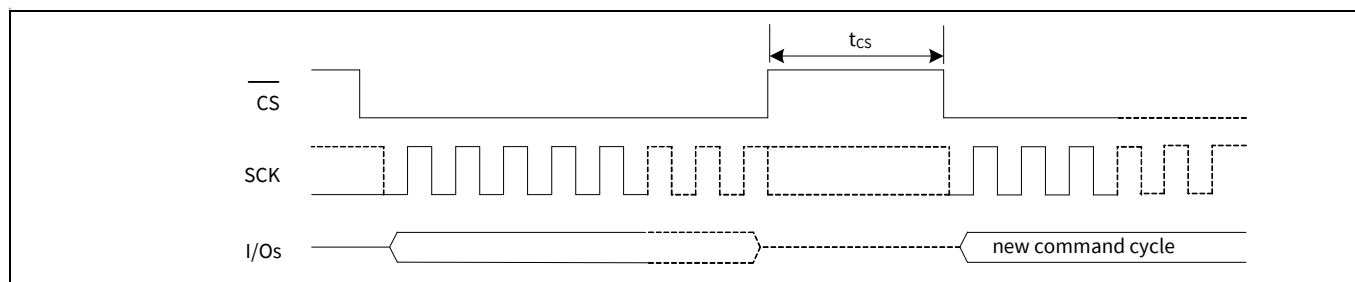

Figure 116 芯片取消选择 (\overline{CS} 为高电平) — t_{CS} 时序
21. t_{CS} 指的是指定 SPI 模式下 (SPI, DPI 或 QPI) 开始新指令周期前芯片选择 ($\overline{\text{CS}}$ 为高电平) 的最小时间。该参数保证在主机开始新指令周期前, 先前操作已成功完成。请参考 Figure 116。
21. t_{CS} 指的是指定 SPI 模式下 (SPI, DPI 或 QPI) 开始新指令周期前芯片选择 (\overline{CS} 为高电平) 的最小时间。该参数保证在主机开始新指令周期前，先前操作已成功完成。请参考 Figure 116。
机开始新指令周期前, 先前操作已成功完成。请参考 Figure 116。